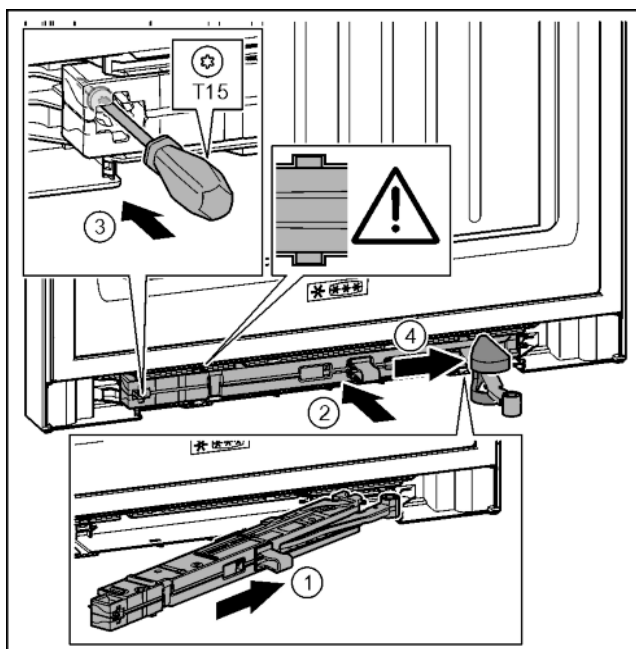

Fig. 45
- ▶ Amortyzator zamykania drzwi po stronie płytki zawiasu wsunąć ukośnie w zagłębienie aż do oporu. Fig. 45 (1)
- ▶ Amortyzator zamykania drzwi wsunąć całkowicie w zagłębienie. Fig. 45 (2)
- ▶ Śrubę przykręcić przy pomocy śrubokręta T15. Fig. 45 (3)
- ▶ Osłonę wsunąć na przegub. Fig. 45 (4)